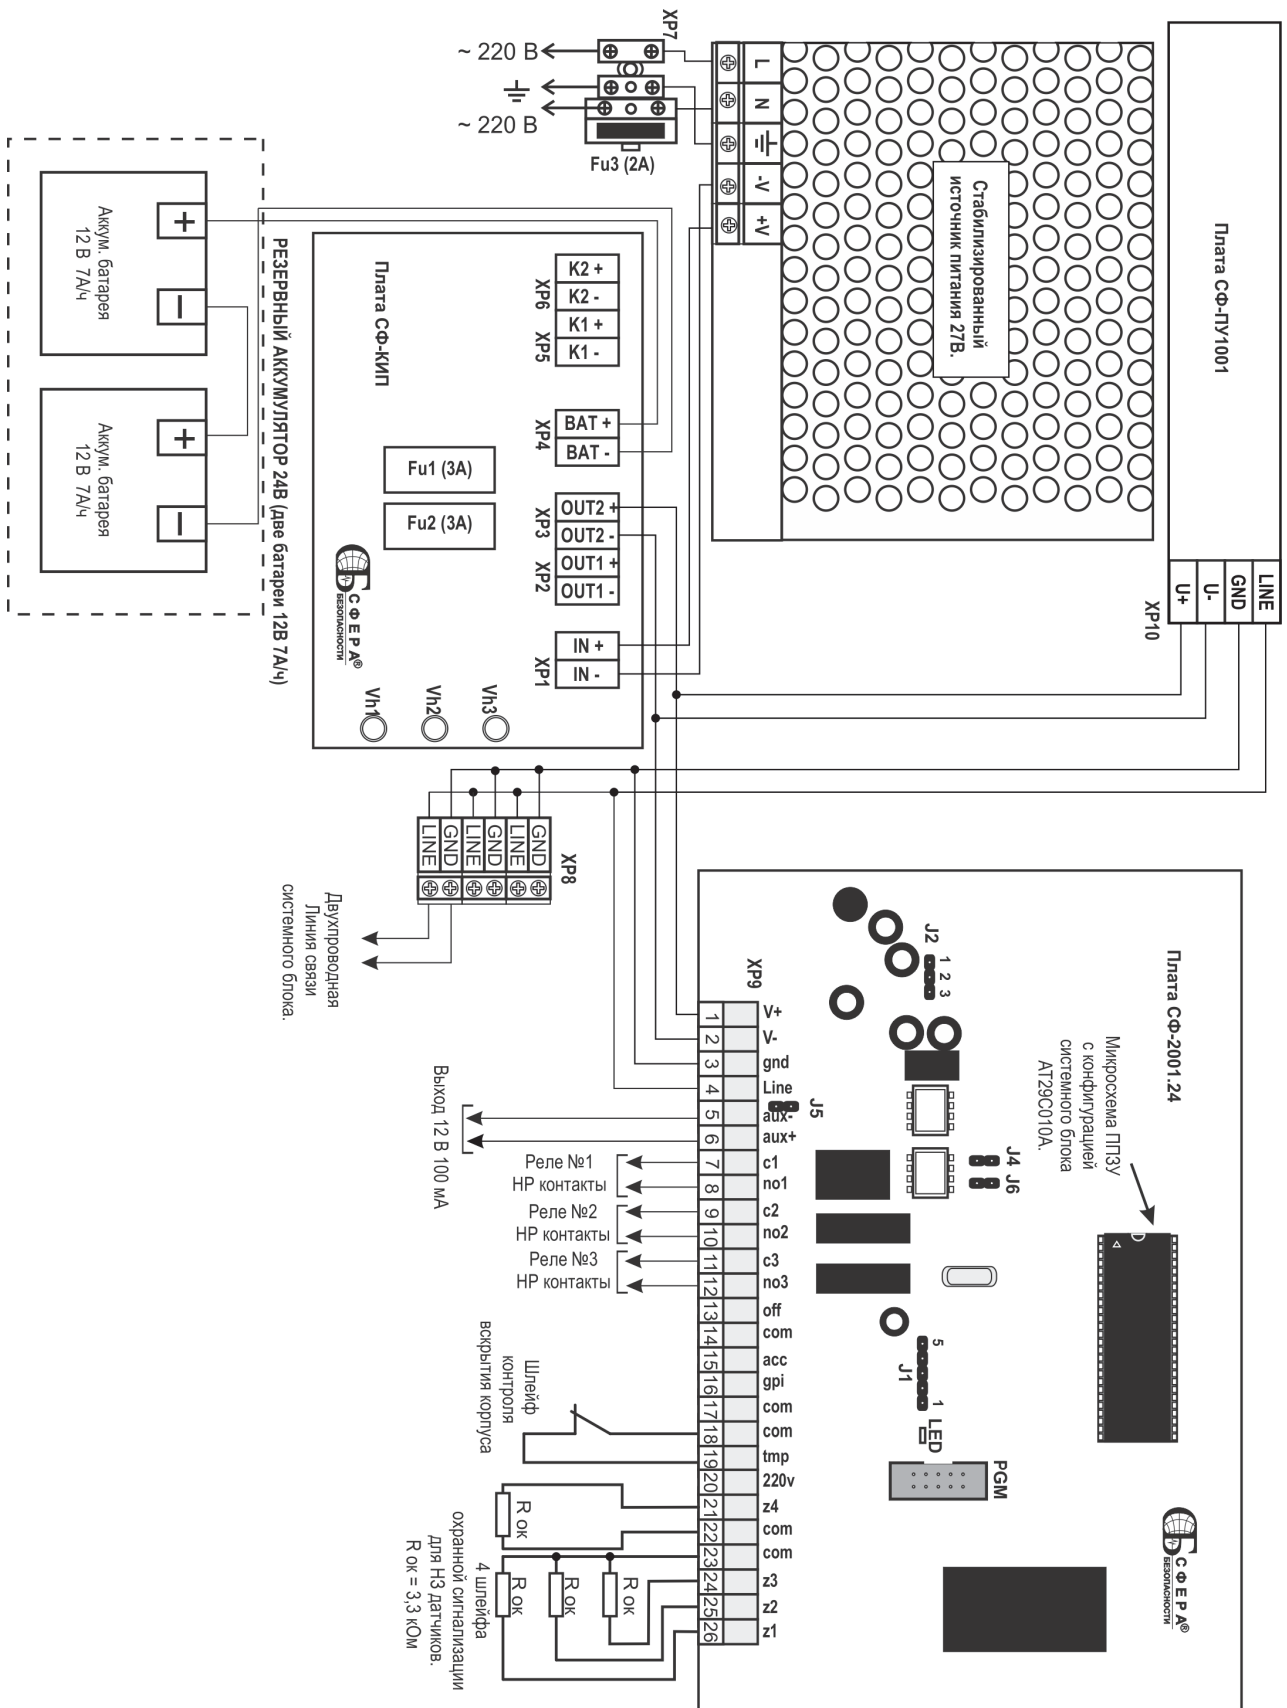

Рисунок 11
На рис.11 показана схема электрическая подключения системного блока СФ-2001-1.24.
На рис.11 показана схема электрическая подключения системного пульта СФ-ПУ1001.
- а) **С помощью программатора СФ-ПМ6040.** Выключите питание системного блока. Извлеките микросхему AT29C010A (рис.11) из платы и установите ее в программатор СФ-ПМ6040, соблюдая ориентацию ключа (на рис.11) ключ обозначен полукругом на корпусе микросхемы). Подключите программатор к СОМ-порту компьютера. Включите питание компьютера и программатора. Загрузите файл с расширением “bc2” в микросхему AT29C010A используя программу PGM3. Выключите питание программатора и извлеките из него микросхему AT29C010A. Установите микросхему на плату системного блока. Для правильной установки микросхемы соблюдайте ориентацию ключа (на рисунке 11 ключ обозначен полукругом на корпусе микросхемы). Важно!!! При неправильной установке микросхема может выйти из строя. Включите питание системного блока. Порядок работы с программатором и формирование файла с расширением «bc2» подробно описан в «Руководстве по программированию».